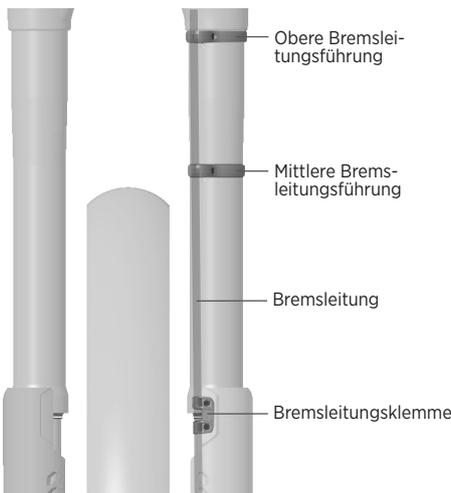

Abb. 6: Verlegung der Bremsleitung durch die Bremsleitungsführungen und Bremsleitungsklemme
3. Die beiden Schrauben an der mittleren und oberen Bremsleitungsführung entfernen. Die mittlere Bremsleitungsführung ist mit einem „M“ gekennzeichnet und hat einen etwas kleineren Durchmesser als die obere Bremsleitungsführung (mit einem „U“ gekennzeichnet). Die Bremsleitung am linken Gabelbein durch die Öffnungen der einzelnen Führungen verlegen (Abb. 6). Die Schrauben lose wieder einschrauben.